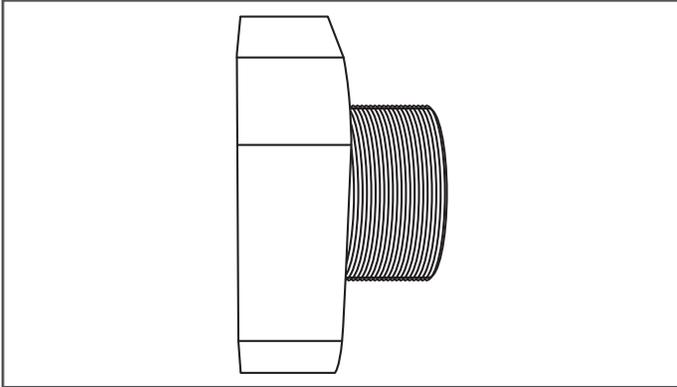

Figure 7-11
12. Inspectez la partie avant du raccord DoubleTrac®. Veillez à ce que le raccord ne présente aucun signe de dommage au niveau du filetage NPT ou de l'adaptateur avant (Figure 7-11).